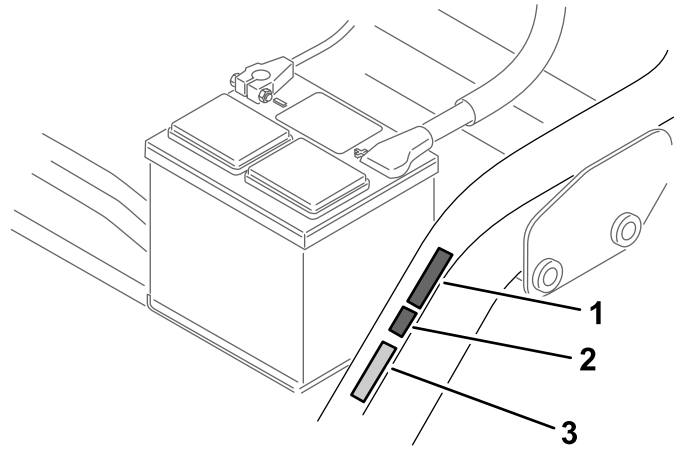

Figura 14
- Applicate l'adesivo del marchio CE accanto alla piastra del numero di serie (Figura 14).
- Applicate l'adesivo dell'anno di produzione CE accanto all'adesivo del marchio CE (Figura 14).